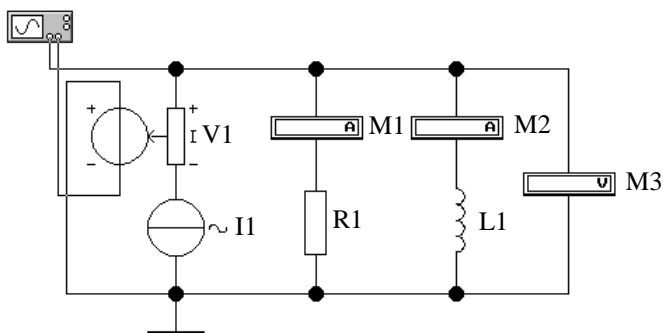

Рис. 3
3.1. Соберите схему для исследования параллельной RL -цепи (рис. 3). Независимый источник тока Π , источник напряжения управляемый током (ИНУТ) $V1$ и символ заземления находятся в группе «Sources» (второй ряд сверху на панели инструментов), амперметры $M1$, $M2$ и вольтметр $M3$ – в группе «Indicators», сопротивление $R1$ и индуктивность $L1$ – в группе «Basic», осциллограф – в группе «Instruments».